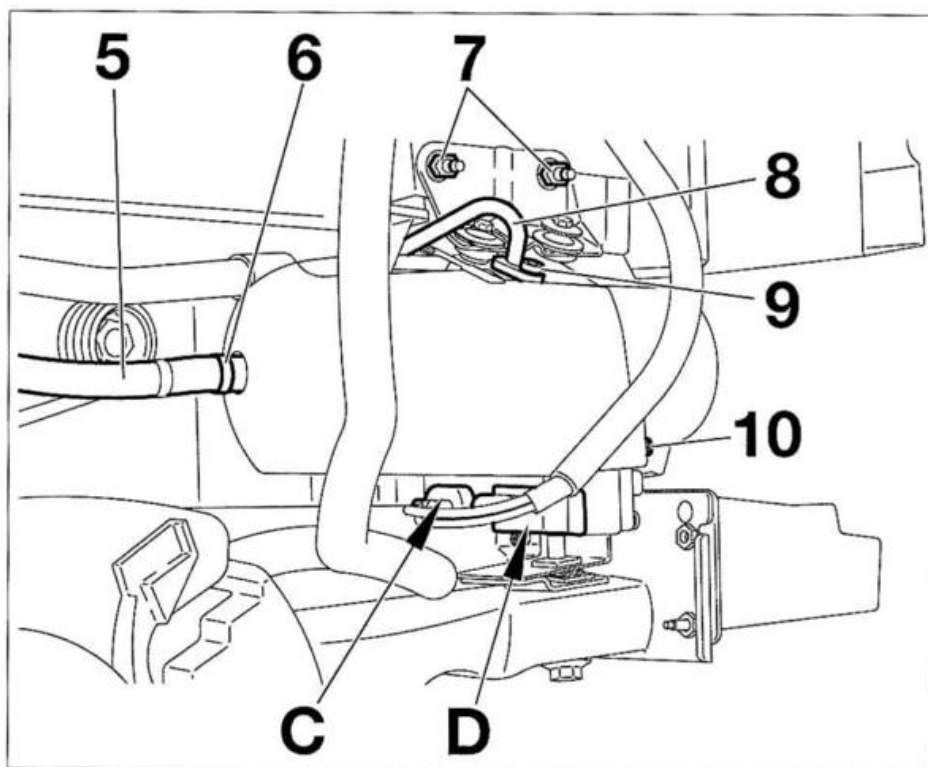

FIG. 16
- la tuerca (3)
- el depósito de líquido de lavaparabrisas (1)
- la abrazadera (6) (fig. 16)
- el tornillo (9)
- Separar las tuberías (5) y (8).